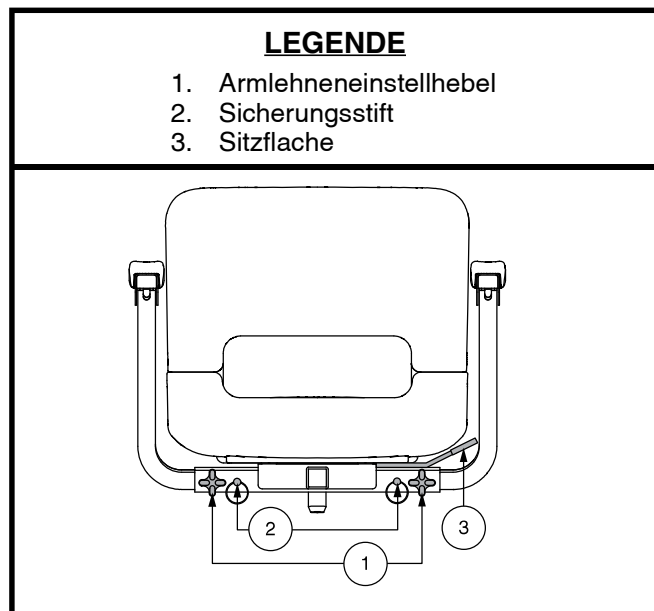

Abb. 11. Sitzeinstellungen
1. Lösen Sie die Armlehneinstellhebel. **Siehe Abb. 11.**